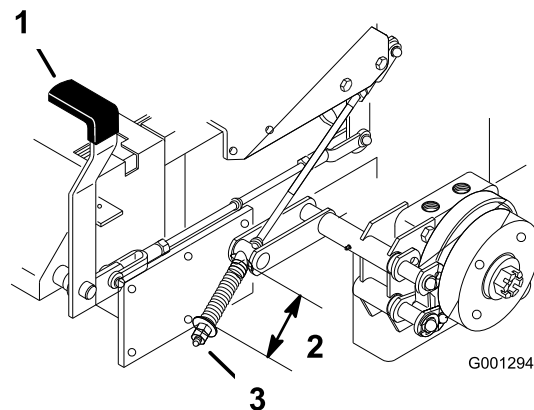

Figura 59
2. Misurate la lunghezza della molla. La misura tra le rondelle deve essere di 64 mm (Figura 59).
3. Nel caso in cui occorra effettuare una regolazione, rilasciate il freno di stazionamento, allentate il controdado sotto la molla e serrate il dado immediatamente sottostante la molla (Figura 59). Girate il dado fino ad ottenere la misura esatta. Girate il dado in senso orario per accorciare la molla, o in senso antiorario per allungarla.